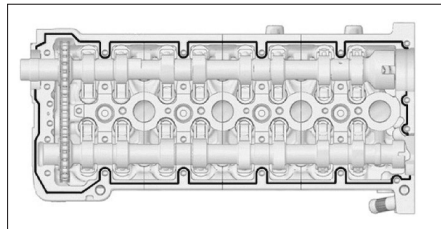

Fig. 70
- Appliquer un cordon de produit d'étanchéité de type "Loctite 518" sur le pourtour de la culasse (Fig.70).